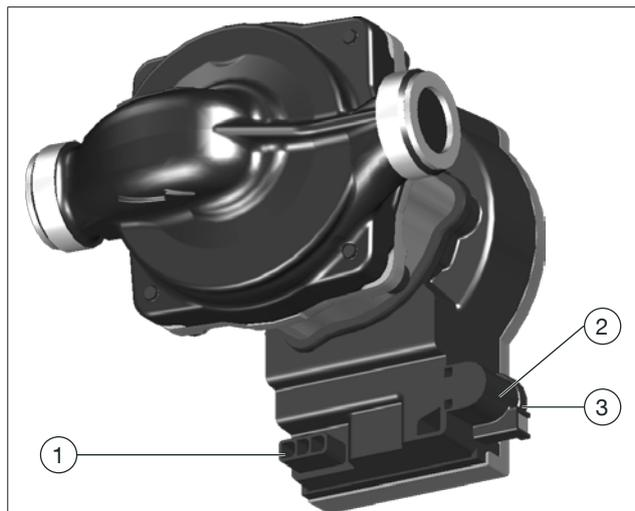

Fig. 2: Raccordements électriques
Pour faciliter le retrait des fiches du raccordement pour l'alimentation électrique (position (1) sur la Fig. 2 en page 6) et du raccordement pour la ligne de commande (position (3) sur la Fig. 2 en page 6), il est recommandé d'orienter le circulateur légèrement vers l'avant.
3. Retirer les fiches du circulateur (voir Fig. 2 en page 6).